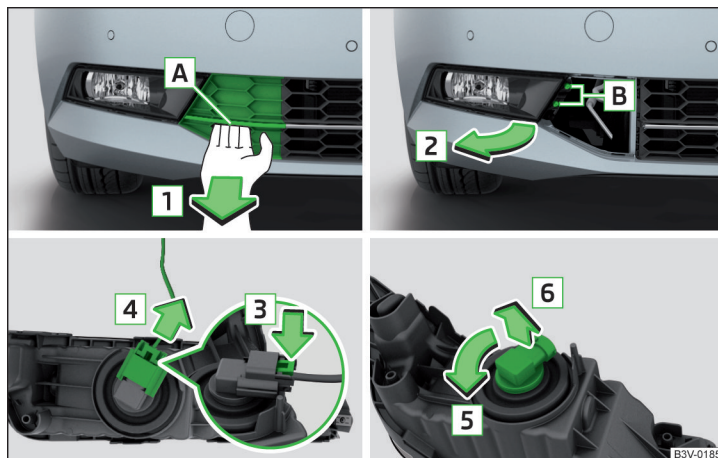

Fig. 273 Demontarea farului de ceață/înlocuirea becului
- Introduceți farul de ceață în sens contrar săgeții **2** » fig. 273 și înșurubați-l.